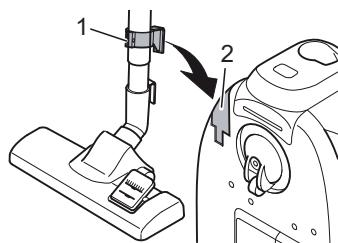

Abb. 15
- Zum **Aufbewahren** können Sie den Verstauhaken (Abb. 15/1) des Teleskoprohrs in die Verstauhalterung (Abb. 15/2) unten am Bodenstaubsauger einhängen.